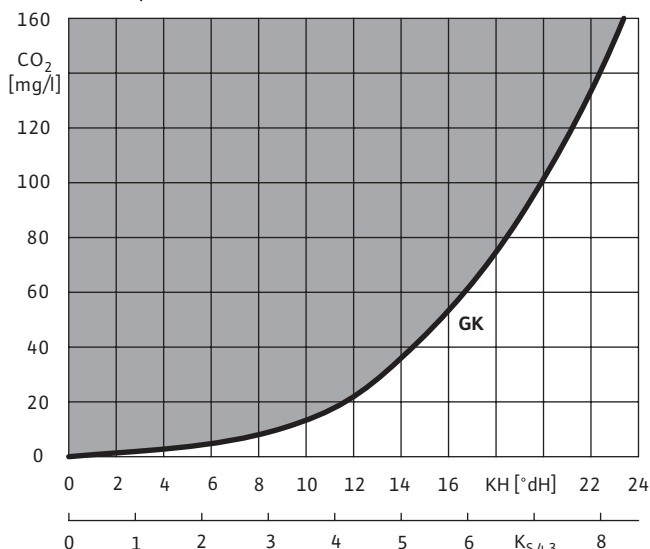

Рис. 2: Химическая устойчивость отслоившегося защитного налета к содержащейся в воде углекислоте.
- Химическая устойчивость отслоившегося защитного налета к содержащейся в воде углекислоте согласно рис. 2. Основной параметр: содержание свободного CO_2 и карбонатная жесткость или кислотная ёмкость $K_{S\ 4,3}$ (агрессивная зона соответствует содержанию CO_2 в свободном, несвязанном состоянии).